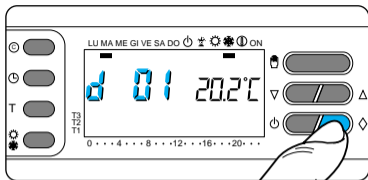

Fig. 32
5.7 - Pulse dos veces el botón \diamond (fig. 32).